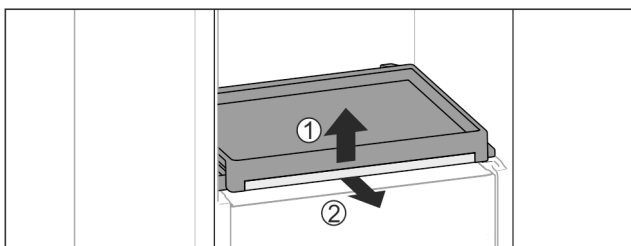

Fig. 153
- Sortir la bordure télescopique avec la tablette : Soulever légèrement la tablette par l'avant Fig. 153 (1) et la sortir vers l'avant Fig. 153 (2).